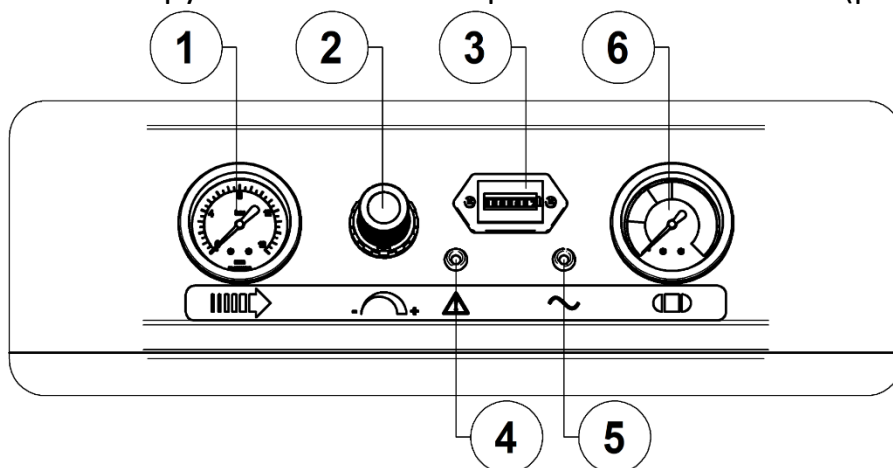
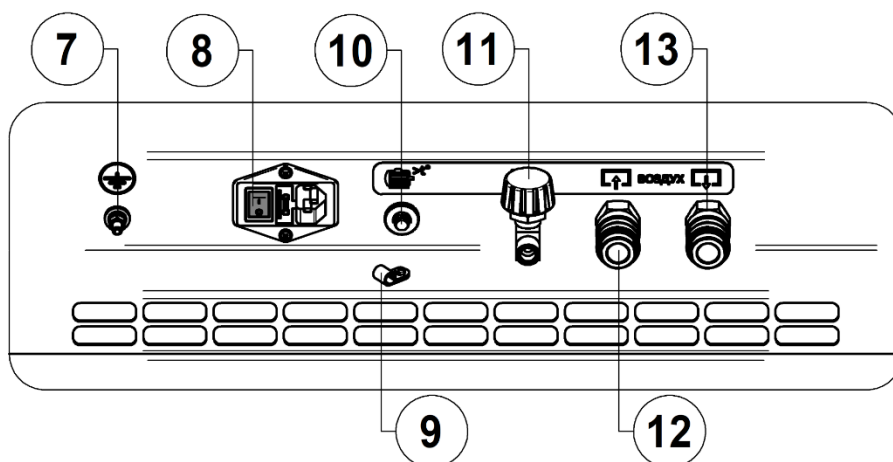

Рисунок 3 - Панель управления
Рисунок 4 - Задняя панель
7.4.2 К быстроразъемному соединению **12** (вход сжатого воздуха) (рисунок 4) присоедините (если есть необходимость) шланг сжатого воздуха от центральной распределительной сети. Воздух от центральной распределитель-
7.5.4 Съёмный шнур питания зафиксируйте зажимом **9** (рисунок 4).
7.5.5 Провод заземления подключите к винту заземления **7** (рисунок 4) на задней панели компрессора. При наличии заземляющего контакта в электрической розетке, дополнительное заземление не требуется.
Подсоедините сетевую вилку съемного шнура питания к электрической сети. Включите компрессор выключателем **8** (рисунок 4) на задней панели. Для этого необходимо переключить выключатель в положение "I". Включенное состояние сигнализируется зелёной контрольной лампочкой **5** (рисунок 3).
7.7.4 После останова компрессора настройте регулятор давления 2 (рисунок 3) в соответствии с 8.3.1.
- Выключить компрессор выключателем 8 (рисунок 4) на задней панели. Для этого необходимо переключить выключатель в положение "0". После этого остановится двигатель и произойдет сброс давления из нагнетательного воздухопровода и поршневого блока.
8.3.1 Настройка давления сжатого воздуха осуществляется регулятором давления **2** следующим образом (рисунок 3):
8.3.2 Компрессор оборудован устройством защиты от перегрузок. При нарушении питания электрической сети, а также при перегреве компрессора возможно автоматическое срабатывание защиты двигателя, о чем сигнализируют красная контрольная лампочка **4** (рисунок 3) на панели управления.
- Переключите выключатель **8** (рисунок 4) на задней панели в положение "0".